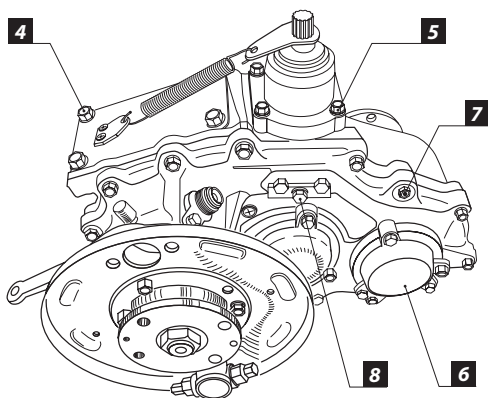

Рис. 3
6. Открутите 4 болта крепления крышки люка [4] (**Рис. 3**).